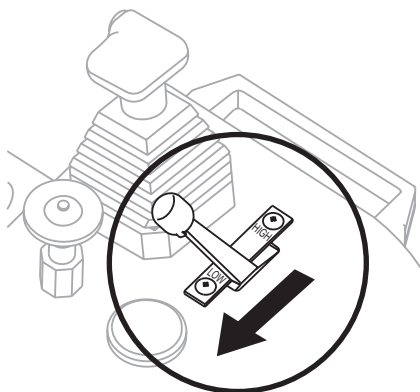

Figure 9. Manette des gaz du moteur (LOW - bas régime)
4. Placez la **manette des gaz** (Figure 9) en position *LOW*.